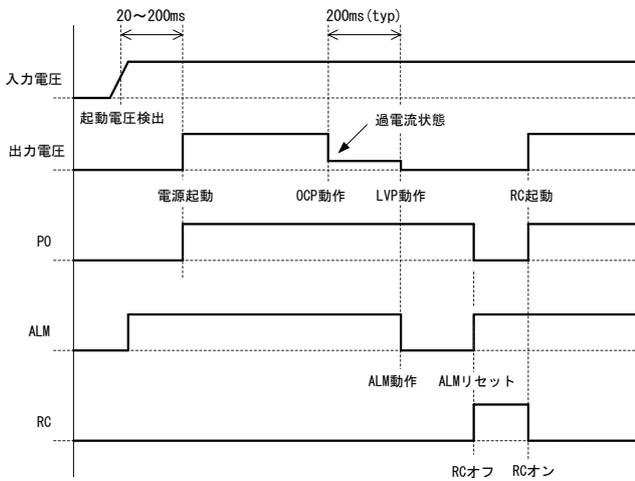

図3.4 SFS/SFCSシリーズのシーケンスチャート
- SFS/SFCSシリーズの、入力電圧、出力電圧、P0端子、ALM端子、RC端子のシーケンスを図3.4に示します。